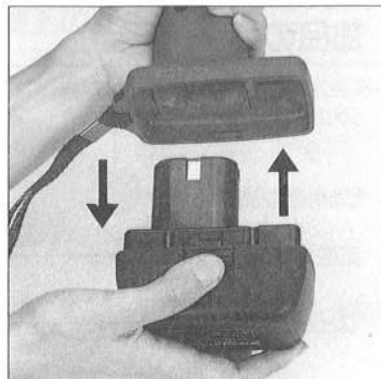

図3
- バッテリーを取りはずすときは片手で本体のハンドル部をにぎり、もう片方でバッテリーのストッパーの上を指で押しながら引いて下さい。(図3参照)